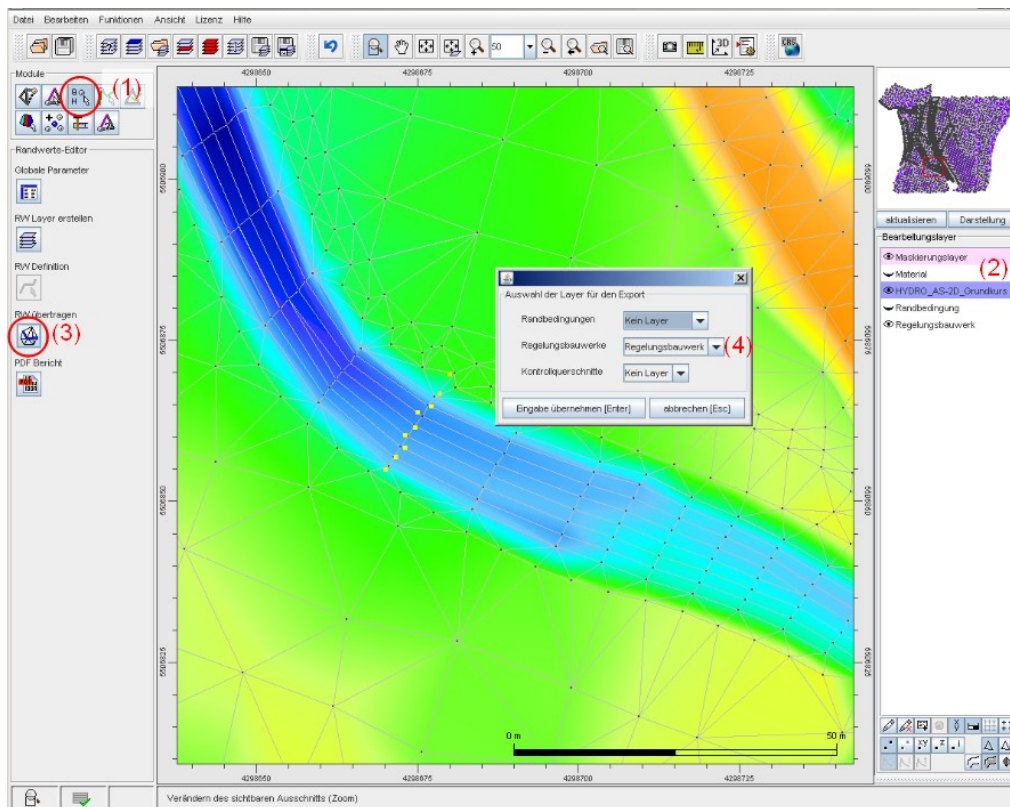

Abbildung 23: Übertragen der Regelungsbauwerk-Randbedingung auf die Netzknoten.
Nach der Definition der Regelungsbauwerk-Randbedingung, können die definierten Knoten aus dem Regelungsbauwerk-Layer auf den Netzlayer (hier: HYDRO_AS-2D_Grundkurs.2dm) übertragen werden (frei definierte Knoten aus dem Regelungsbauwerk-Layer werden den Knoten des Netzes zugewiesen). Dazu wird in das Modul 'Randwerte-Editor' (1) gewechselt (vgl. Abbildung 23). Klicken Sie nun in der Layer-Liste auf den Netzlayer (HYDRO_AS-2D_Grundkurs.2dm); dieser muss aktiv sein (2). Jetzt kann unter der Verwendung der Funktion 'RW übertragen' (3), in dem sich anschließend öffnendem Fenster der Randbedingungstyp, welcher an das Netz angepasst werden soll, ausgewählt werden (hier: der Regelungsbauwerk-Layer) (4).